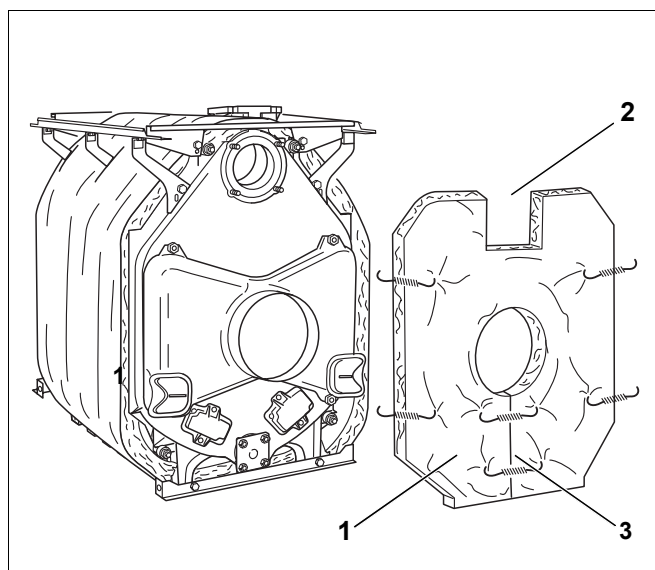

Fig. 46 *Montaggio dell'isolamento termico dell'elemento posteriore*
- ▶ Spingere l'isolamento termico dell'elemento posteriore (fig. 46, [1]) sul tronchetto dei fumi. Durante questa operazione il ritaglio per il ritorno caldaia (fig. 46, [2]) deve essere rivolto verso l'alto.
- ▶ Chiudere la fessura al di sotto del collettore fumi con una molla di tensione (fig. 46, [3]).